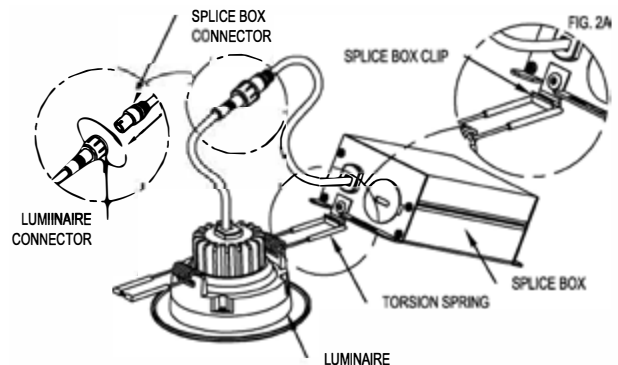

FIG. 2
7. While supporting **LUMINAIRE** press **LUMINAIRE CONNECTOR** together with **SPLICE BOX CONNECTOR** and secure in place by threading the two **CONNECTORS** tightly (Fig. 2).
8. Secure **SPLICE BOX** to **LUMINAIRE** by snapping **SPLICE BOX CLIP** onto end of **TORSION SPRING** as shown in (Fig. 2 and 2A).
11. While supporting **LUMINAIRE** press **LUMINAIRE CONNECTOR** together with **SPLICE BOX CONNECTOR** and secure in place by threading the two **CONNECTORS** tightly (Fig. 2).
7. Tout en retenant le **LUMINAIRE** appuyer le **CONNECTEUR DU LUMINAIRE** contre le **CONNECTEUR DE LA BOÎTE DE CONNEXION** et rattacher en place en filetant les deux **CONNECTEURS** fermement (Fig. 2).
8. Rattacher la **BOÎTE DE CONNEXION** au **LUMINAIRE** en enclenchant l'**AGRAFE DE LA BOÎTE DE CONNEXION** sur l'extrémité du **RESSORT DE TORSION** tel qu'illustré dans les (Fig. 2 et 2A).
11. Tout en retenant le **LUMINAIRE** appuyer le **CONNECTEUR DU LUMINAIRE** contre le **CONNECTEUR DE LA BOÎTE DE CONNEXION** et rattacher en place en filetant les deux **CONNECTEURS** fermement (Fig. 2).